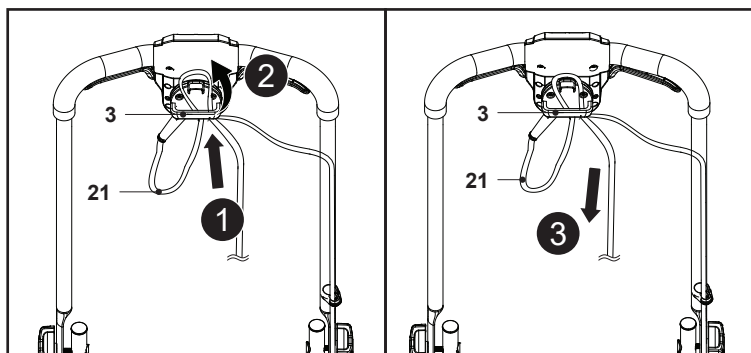

Fig. 8
1. Îndoiaie înapoi cablul de alimentare (21) la aproximativ 30 cm de apărătoarea alimentării, introdu bucla prin gaura suportului de cablu (3) și prinde bucla peste cârlig (fig. 8, pașii 1 și 2).
2. Trage cablul de alimentare (21) peste suportul de cablu (3) și trage ușor de el pentru a te asigura că este bine fixat (fig. 8, pasul 3).